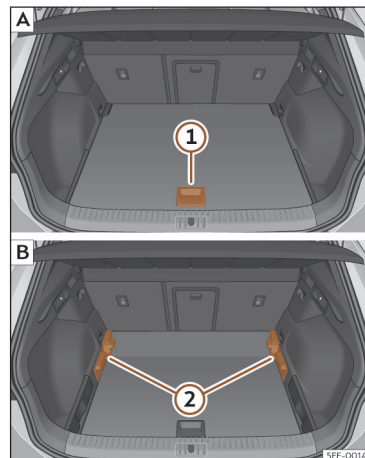

Fig. 177 Piso variável da bagageira: **A** posição alta; **B** posição baixa.
- Para passar da posição baixa para a alta, levante o piso pela pega >>> **Fig. 177** ①, puxe-o para trás até que a parte dianteira do piso baixe totalmente os suportes ②.
- Desloque o piso sobre estes para a frente até que chegue ao limite no encosto dos bancos traseiros e, de seguida, baixe o piso com a peça ①.
- Para passar da posição alta para a baixa, levante o piso pela pega >>> **Fig. 177** ①, puxe-o para trás até que a parte dianteira do piso baixe totalmente os suportes ②.
- Deixe cair a parte anterior contra o piso e empurre o piso para a frente até que atinja o limite no encosto dos bancos traseiros, baixando ao mesmo tempo o piso com a pega ①.
- Com o piso variável na posição alta, levante pela pega >>> **Fig. 177** ①, puxe-o e empurre para o encosto dos bancos traseiros até que o piso dobre pela linha da dobradiça e a parte móvel do piso assente sobre o mesmo.